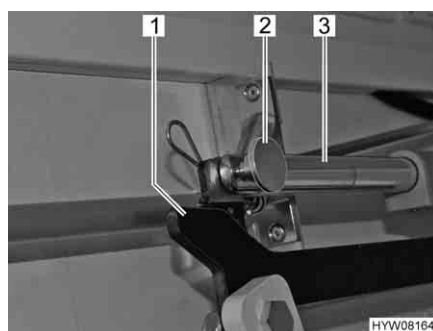

Fig. 72 Azionamento
- Rimuovere il collegamento (copiglia e bullone) (Fig. 72,2) tra la biella (Fig. 72,3) e la leva (Fig. 72,1).
- Afferrare dal basso tra parete laterale e la tiranteria del letto basculante e rimuovere il collegamento (copiglia e bullone) (Fig. 72,2) tra la biella (Fig. 72,3) e la leva (Fig. 72,1).